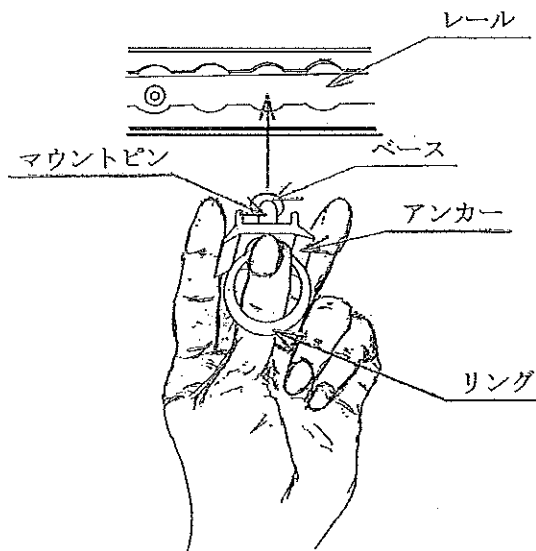

図1
- ①レールは**1000kg**以上の荷重に耐え得る、頑丈で平らな面に取り付けて下さい。
- ②レールの5箇所穴に合わせて、**φ8mm**の穴を取り付け面に開けて下さい。
- ③②で加工した穴にレールの取り付け穴を合わせて、付属の六角穴付ボルトを挿入し、裏面からワッシャを通し、ナットを時計回転方向に回して、必ず**5箇所とも、取り付け面に確実に固定**して下さい。
- ④人差し指と中指でアンカーの両サイドを挟み、親指でマウントピンを押して下さい(図1参照)。
- ⑤④の状態、マウントピンのベースをレールの円形部に挿入して下さい。